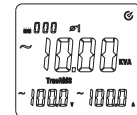

图9-1
- 4) 负载为三相四线制时，先按SELECT键选择第一相位φ1，如图9-1，显示相位φ1无功功率kVar值，电压V值，电流A值。